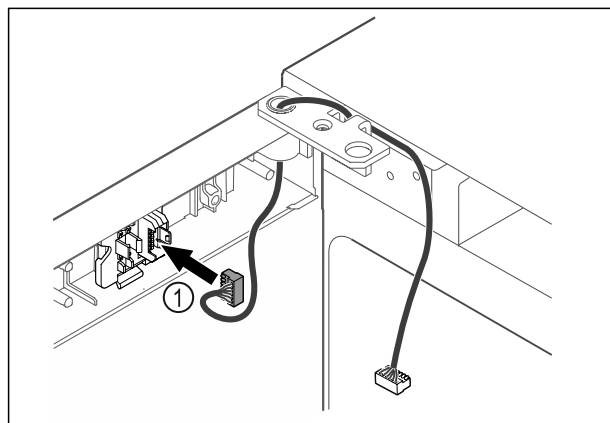

Fig. 47
- ▶ Ievietojiet spraudni Fig. 47 (1) spraudņa turētājā.